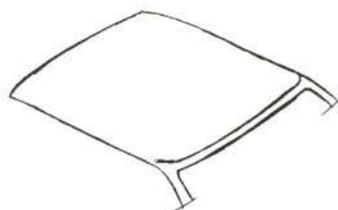

Fig. 12
- *Techo* (fig. 12). Va soldado con veinte puntos a la travesía posterior, y con puntos a los largueros del techo, travesía anterior y armazón del lateral. El espesor de la chapa que lo constituye es de 0,7 mm. y su accesibilidad para la reparación es normal.